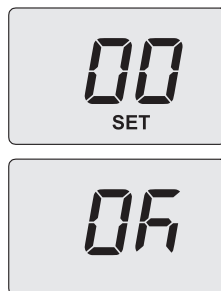

Figura 8.6
Sul display compare la scritta **"SET"** (Figura 8.6).
- Premendo il tasto 13 (Figura 8.3) si ottiene la conferma del valore inserito. Sul display appare per 3 sec. la scritta **"Ok"** (Figura 8.6), per poi visualizzare la lista dei parametri.